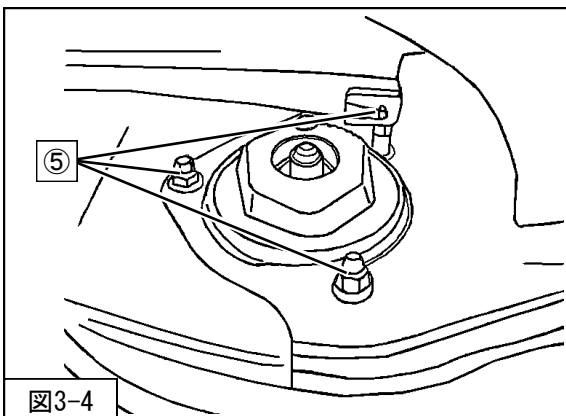

図3-4
6. ⑤リアサスペンションASSYアッパー取付ナットを取外してください。(図3-4)